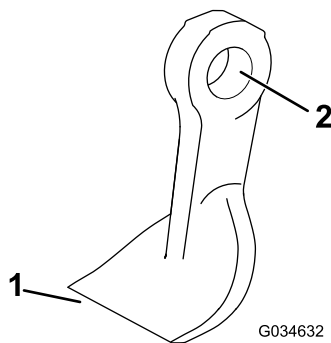

Bild 80
3. Prüfen Sie jedes Messer auf Beschädigungen und achten Sie besonders auf die Befestigungen, die Schnittkante und die Befestigungslöcher (Bild 80). Ersetzen Sie beschädigte Messer und Befestigungen.